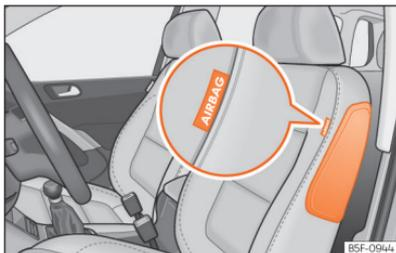
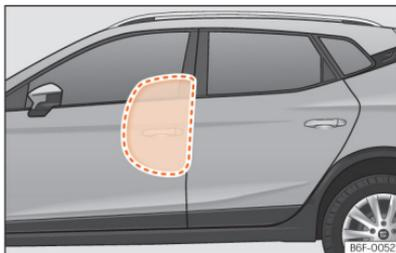

Fig. 31 Airbag lateral no banco do condutor.
Fig. 32 Airbag lateral ativado totalmente no lado esquerdo do veículo.
Os airbags laterais estão localizados nos encostos dos bancos dianteiros »» Fig. 31, »» Fig. 32.
- Assegure-se de que as crianças viajam sentadas corretamente nas suas cadeiras e não colocam a cabeça na zona de insuflação dos airbags laterais »» Fig. 32, uma vez que, se os airbags disparassem, poderiam bater-lhes e causar-lhes lesões graves.